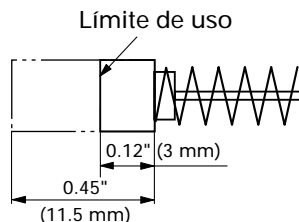

Fig. 26
4. Inspección de las escobillas de carbón (Fig. 26)